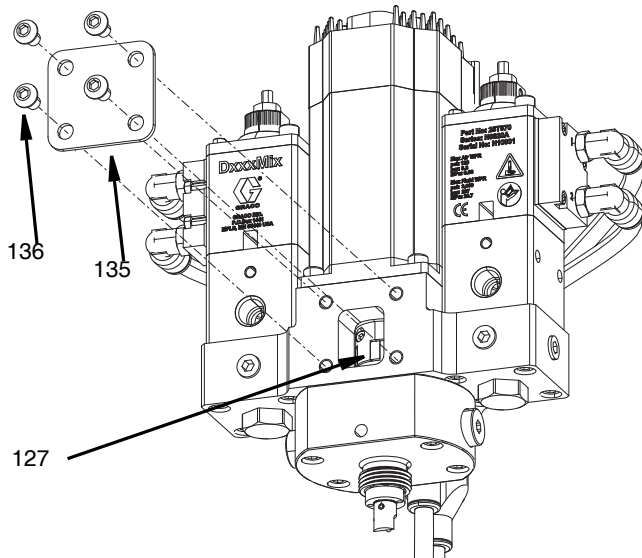
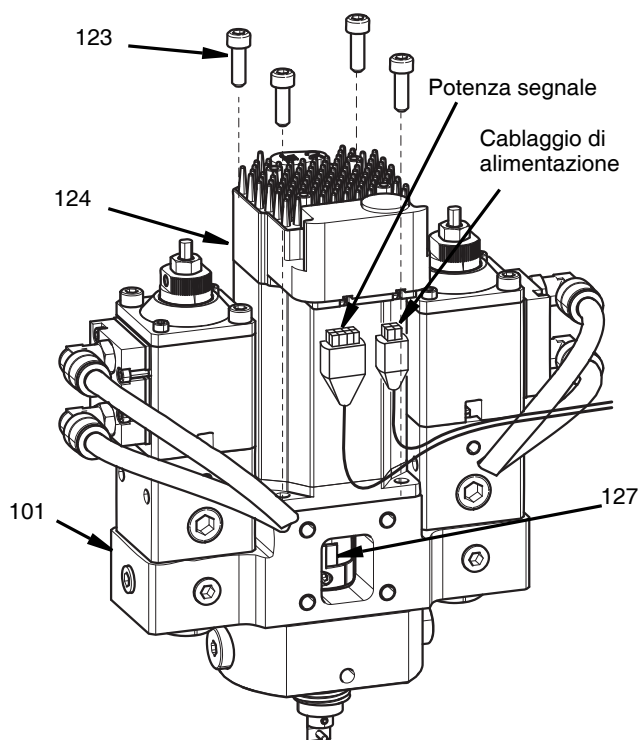

FIG. 31
FIG. 34
2. Rimuovere il coperchio del giunto (135) togliendo le quattro viti M6 (136) con una chiave a brugola da 5 mm.
3. Allentare le viti di fissaggio sulla parte inferiore del giunto rotante (127) con una chiave a brugola da 2,5 mm. Vedere FIG. 31
3. Rimuovere le quattro viti M6 che fissano il coperchio del giunto usando una chiave a brugola da 5 mm. Vedere FIG. 31, pagina 40.
4. Allentare le viti di fissaggio M3 sulla parte superiore dell'accoppiamento (127) usando una chiave a brugola da 2,5 mm. **NOTA:** Non usare la chiave a brugola a testa sferica.
5. Rimuovere le quattro viti M5 (123) con una chiave a brugola da 4 mm.
6. Rimuovere il motore (124). Vedere FIG. 34.